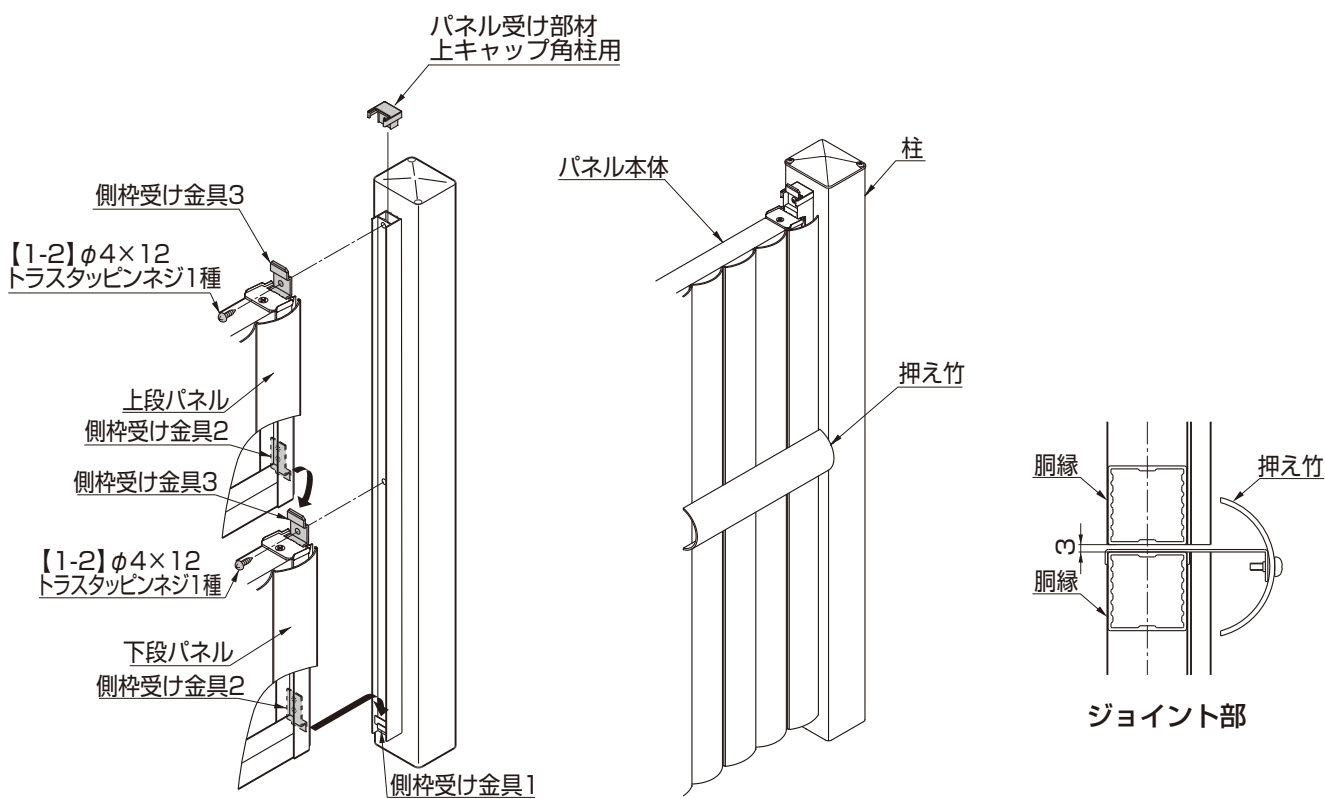

図4-4
①パネル受け部材上キャップ角柱用を、パネル受け部材にはめ込んでください。(図4-4参照)
②下段パネルの側枠受け金具2を側枠受け金具1に差込んで、下段パネルの側枠受け金具3を【1-2】で固定してください。(図4-4参照)
③上段パネルの側枠受け金具2を下段パネルの側枠受け金具3に差込んでください。(図4-4参照)
④パネル受け部材上キャップ角柱用と共に、上段パネルの側枠受け金具3を【1-2】で固定してください。(図4-4参照)